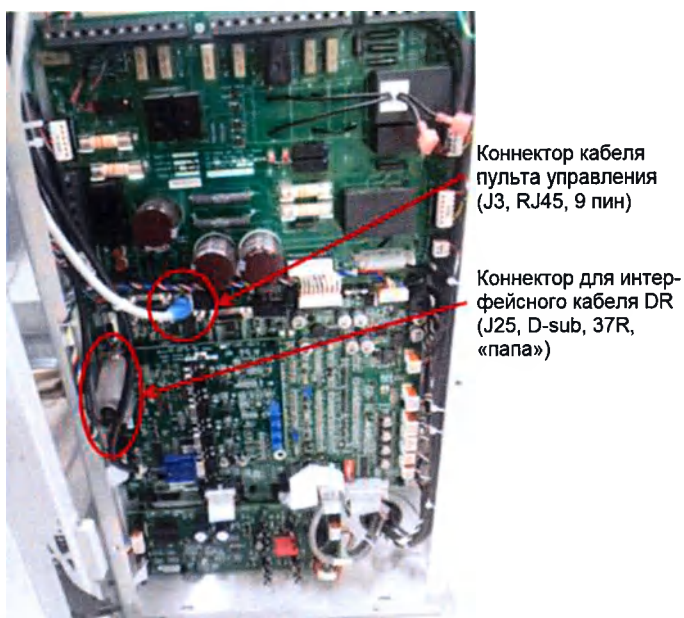

Рисунок 4-38. Подключение кабеля пульта управления & интерфейсного кабеля DR.
(3) Убедитесь в том, что кабель пульта управления ГВН и интерфейсный кабель ГВ соединены с платой интерфейсов СІВ для осуществления связи с ГВН и включения/выключения ГВН [Рисунок 4-38. Подключение кабеля пульта управления & интерфейсного кабеля DR]